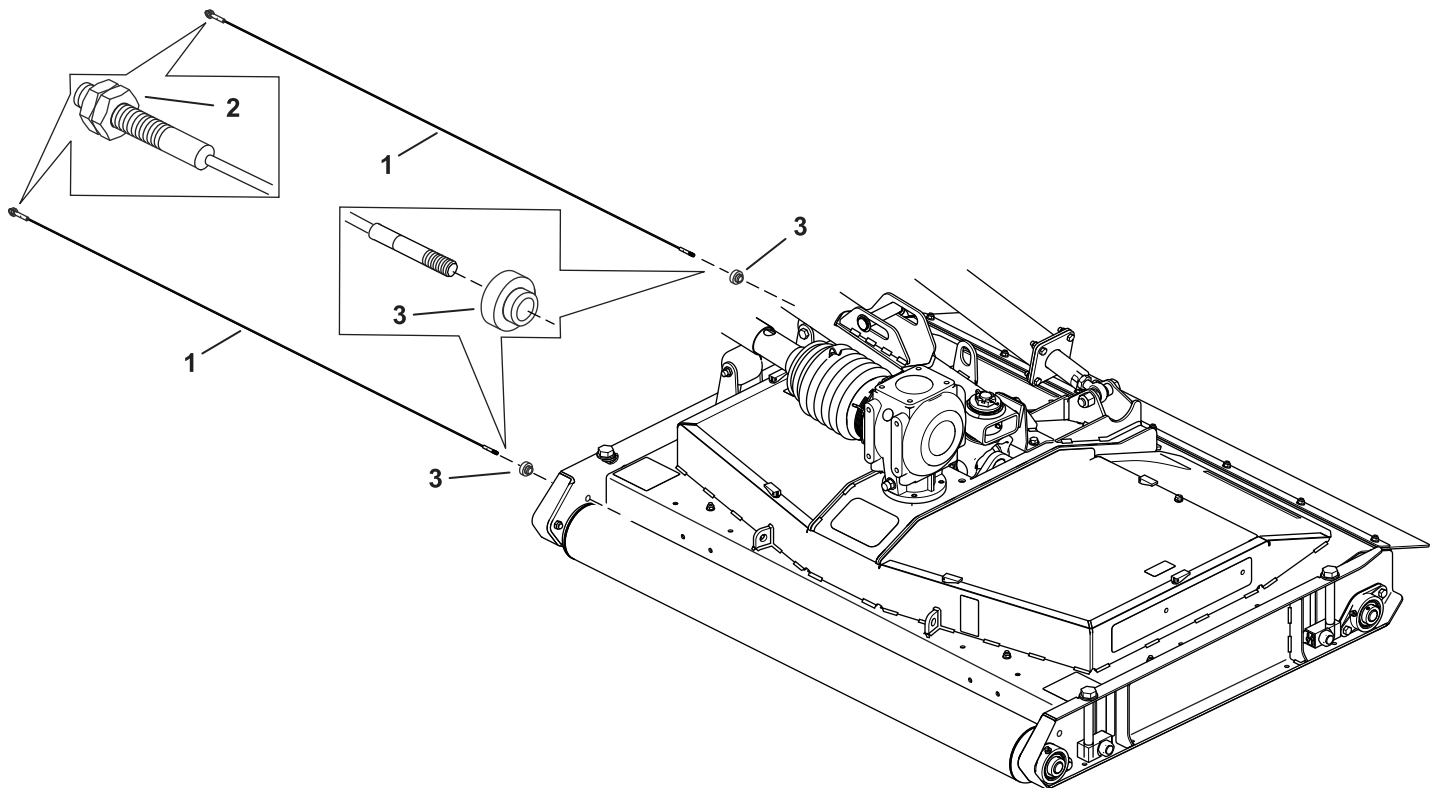

Figure 3
1. Faites passer le câble dans une douille, comme montré à la Figure 3.